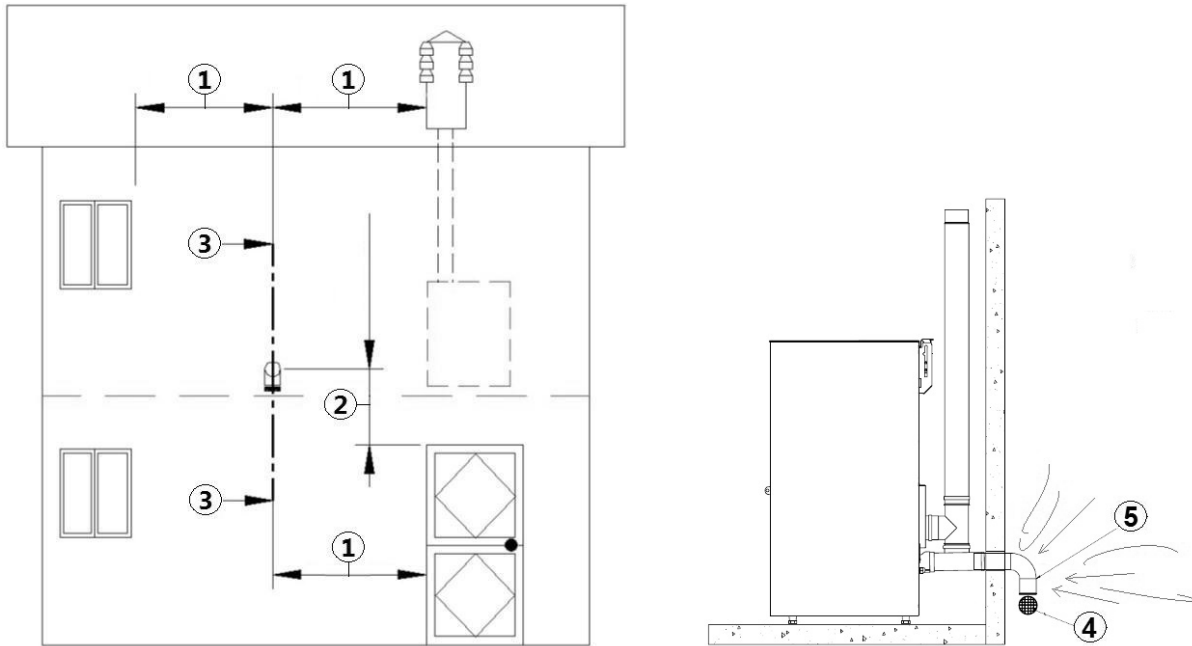

Fig. 11 - Luchtinlaat voor installatie met hermetisch gesloten kamer
LEGENDA	Fig. 11
- Het is nodig op de buitenmuur een bocht van 90° te installeren om de toevoer van de verbrandingslucht te beschermen tegen de effecten van de wind: richt de opening van de bocht omlaag, zie **Fig. 11**.